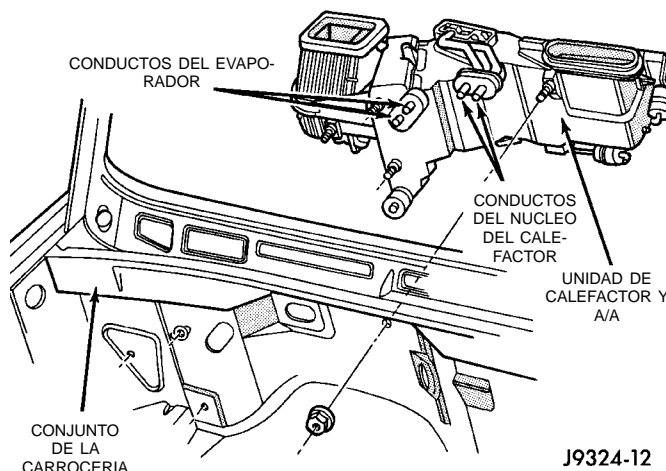

Fig. 56 Caja del calefactor y A/A
(1) Desconecte y aisle el cable negativo de la batería.
(2) Recupere el refrigerante del sistema de refrigerante tal como se describe en este grupo.
(3) Desconecte los conductos de refrigerante de los tubos del evaporador (Fig. 56). Coloque tapones o cinta en todas las conexiones de refrigerante abiertas.